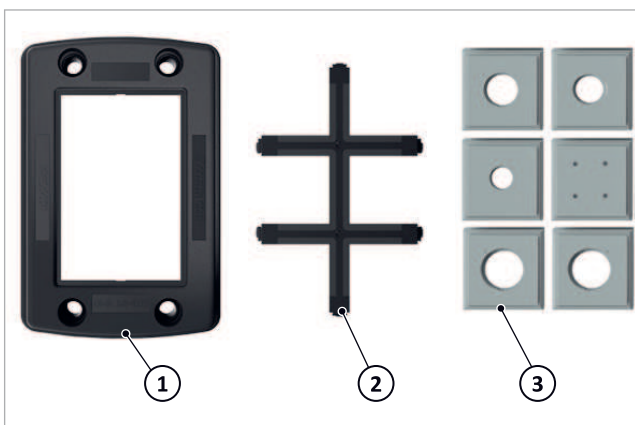

Fig. 75: Sistema di passaggio condotta con la tubazione del gasolio
3. Guidare e collegare le tubazioni del gasolio dal bruciatore al filtro attraverso la feritoia (1) della piastra di base. Se necessario rimuovere l'inlay (vedere ➔ fig. 75, pag. 30.) e poi reinserirlo.